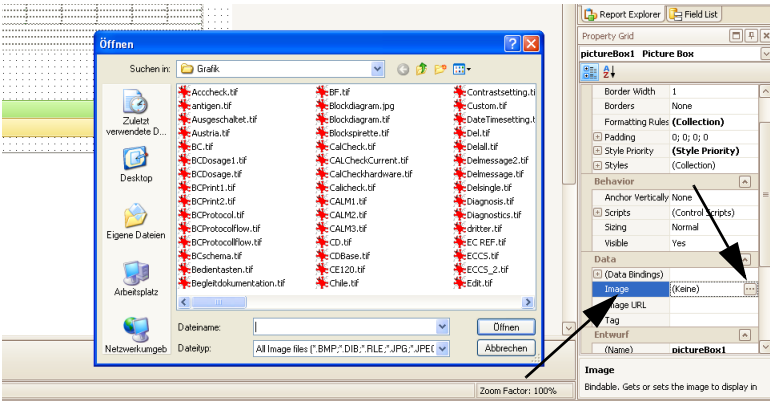

Abb. 12-6 Softkey Image
- Wählen Sie **Image** und öffnen Sie mit Klick auf  den Explorer. (Abb. 12-6).
- Wählen Sie das Logo aus. (Abb. 12-6). Das Logo erscheint im Bilderrahmen.